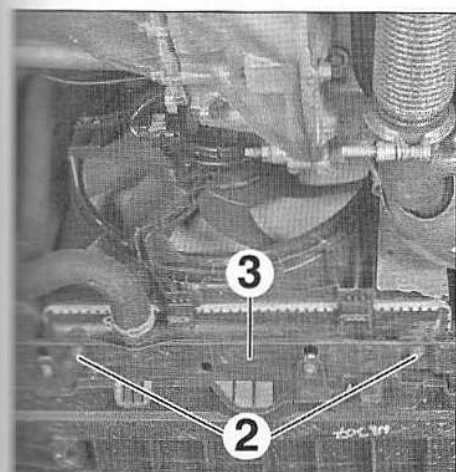

FIG.36
- les butées caoutchoucs (2) du support (3) (Fig.36).
- Déposer les butées caoutchoucs (2).